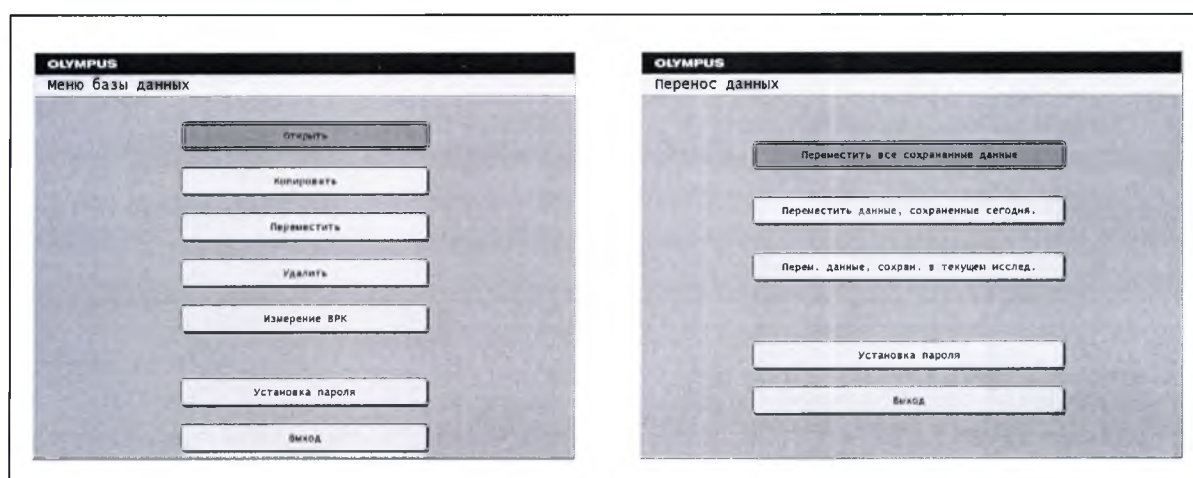

Рисунок 4.27
- Информацию о меню [Database menu] (Меню базы данных) и [Move Data] (Перенос данных) см. в рис. 4.27.